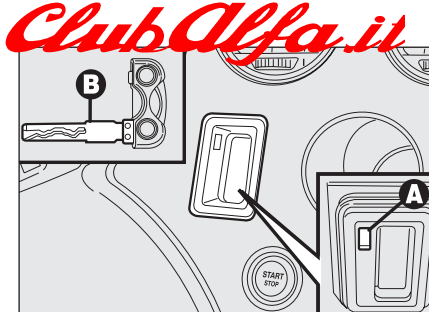

fig. 1
- ☐ inserire l'inserto metallico **B-fig. 1** della chiave elettronica nella fessura **A**;
**AVVERTENZA** Non introdurre nella fessura **A-fig. 1** oggetti diversi dall'inserto metallico **B** della chiave elettronica.